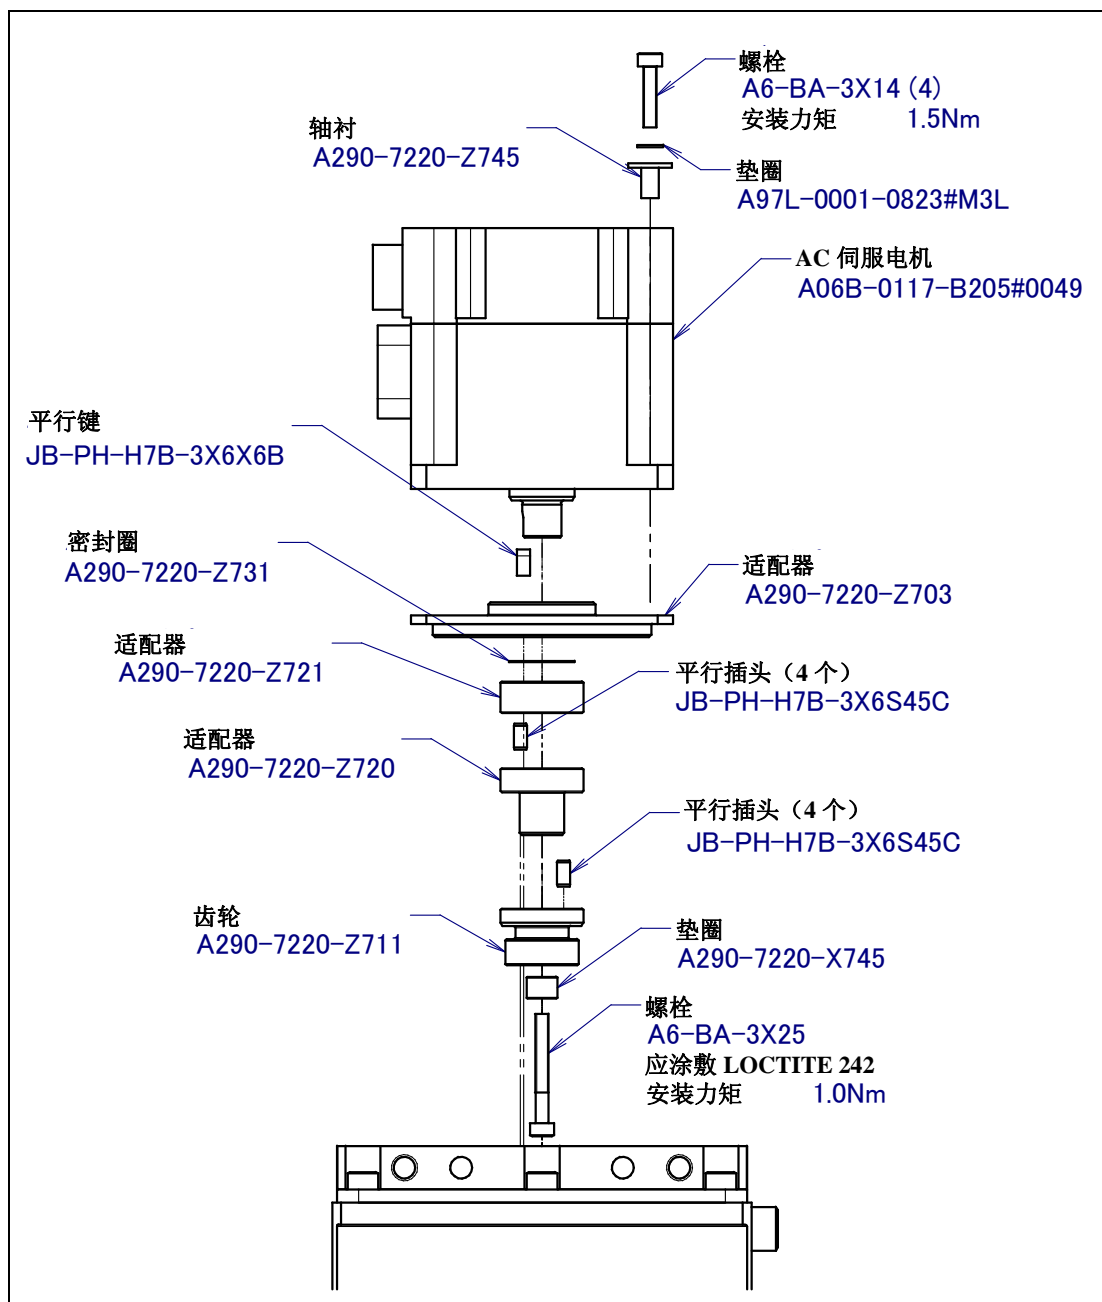

图 8.5 电机的更换 (软钢用伺服焊炬)
- 5 参照图 8.5，松开轴杆前端的螺栓 M3 (1 个)，拉出齿轮、适配器等。(※)有关适配器等树脂制部件，拆除时要注意避免施加过猛的力量而导致破损。